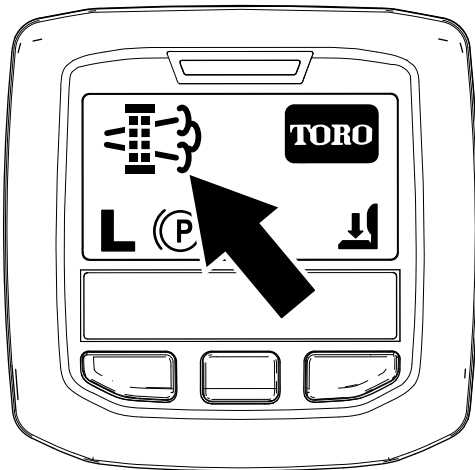

Figura 51
- Quando o computador do motor pede uma regeneração em estacionamento ou uma regeneração de recuperação, o ícone de pedido de regeneração (Figura 51) surge no InfoCenter.